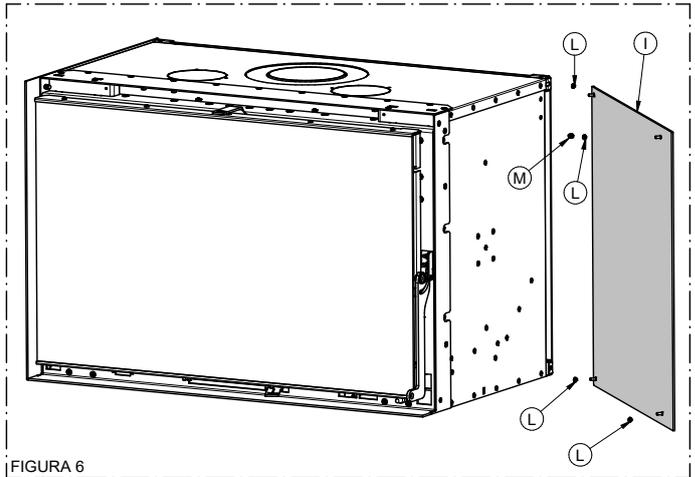

FIGURA 6
- 6) Assemblare a scatto, in entrambi i lati, i fianchi nei perni precedentemente installati, vedi Figura 6.
- 6) Installare entrambi i fianchi I attraverso i dadi M ed L, vedi Figura 6.